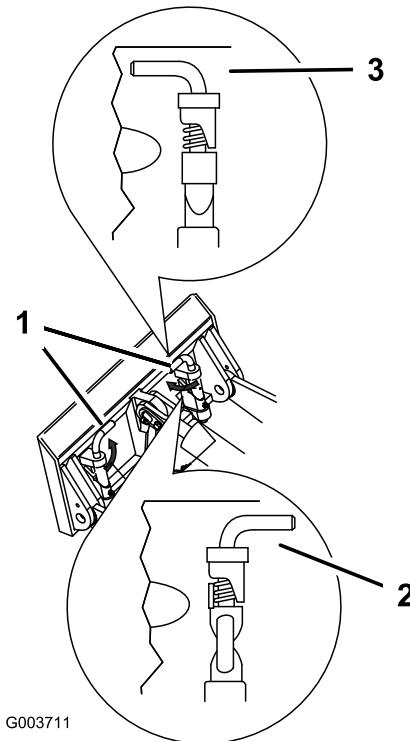

Bild 9
7. Lassen die Schnellbefestigungsstifte eingreifen und stellen Sie sicher, dass sie vollständig in der Befestigungsplatte sitzen (Bild 9).